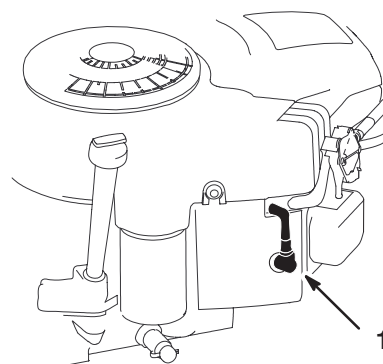

Figure 23
2. Débranchez la bougie (Fig. 23 et 24). Nettoyez la surface autour de la bougie pour éviter que des impuretés n'endommagent le moteur en tombant à l'intérieur.
3. Reconnectez le fil à la bougie (Fig. 23).